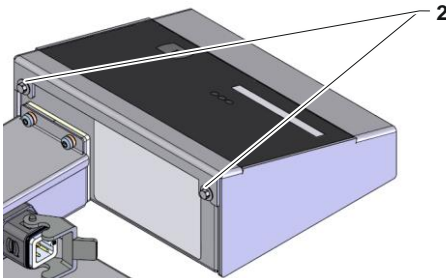

Abb. 7: Rückseite Auswerteeinheit
- Schrauben (Kennzeichnung 2 → Abb. 7) festziehen.